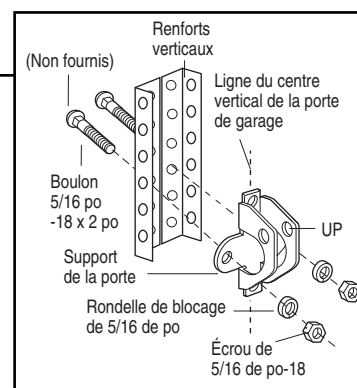

Figure 2B
- On peut également utiliser deux boulons de 5/16 po, des rondelles de blocage et des écrous (non fournis) (Figure 2B).